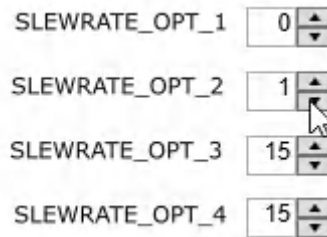

图 4-4. TICS Pro 2 中的 SLEWRATE\_OPT# 分配示例
- a. 例如，如果需要最快、第二快和最慢的压摆率，请将 0x0、0x1 和 0xF 分别赋值给寄存器 SLEWRATE\_OPT#。SLEWRATE\_OPT1 = 0x0 ( 最快 )，SLEWRATE\_OPT2 = 0x1 ( 第二快 )，SLEWRATE\_OPT3 = 0xF ( 最慢 )。不必对 SLEWRATE\_OPT4 赋值，但如果您希望将多个寄存器设置为相同的压摆率，则可以将 SLEWRATE\_OPT4 分配给之前三种设置中的任何一个。在本示例中，SLEWRATE\_OPT4 = 0xF ( 最慢 ) 如图 4-4 所示。